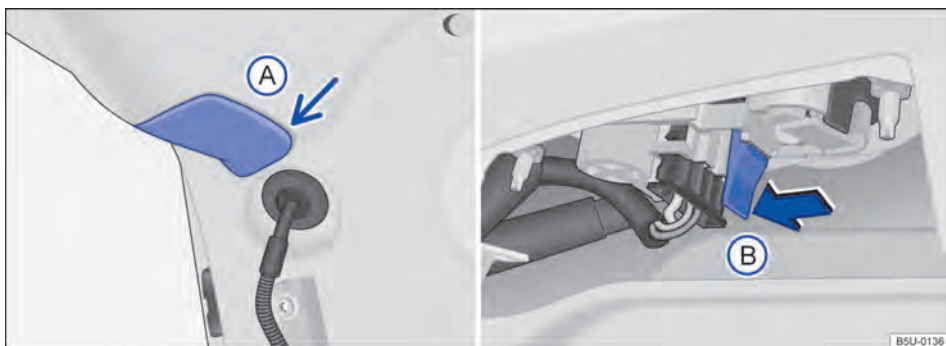

Fig. 159 Na tampa traseira: remover a cobertura e suporte das lâmpadas.
- ① Observar a lista de controle e executar as ações → Página 194.
- ② Abrir a tampa traseira → Página 63.
- ③ Com o auxílio de uma chave de fenda, remover cuidadosamente a cobertura (A) → Fig. 159 na tampa.
- ④ Para destravar o suporte das lâmpadas, pressionar a lingueta de travamento (B) → Fig. 159 e puxar o suporte das lâmpadas para fora.